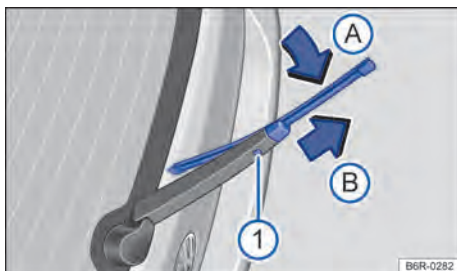

Fig. 276 Na parte traseira do veículo: substituir a palheta do limpador do vidro traseiro (Passat Variant).
- Manter pressionado a o botão de destravamento → Fig. 276 ①.
- Incliná-la palheta do limpador do vidro no sentido do braço do limpador do vidro → Fig. 276 (seta ①) e ao mesmo tempo retirar no sentido da seta ②. Para isto, poderá ser necessário um esforço maior.
- Introduzir a nova palheta do limpador do vidro traseiro **de mesmo tamanho e versão** no braço do limpador do vidro traseiro no sentido contrário da seta ②, até que ela se encaixe. Aqui a palheta deverá estar em posição dobrada (seta ③).